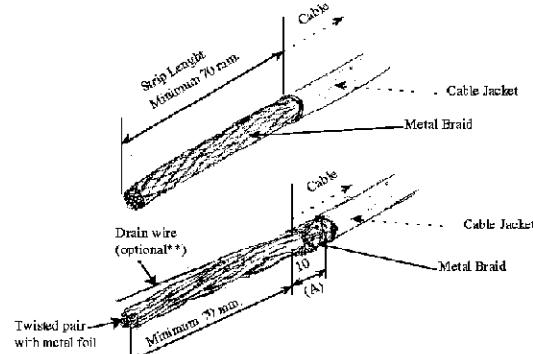

Abbildung 2 / Figure 2
2. Geflechtschirm nach hinten über den Kabelmantel legen und auf eine Länge von ca. 10mm verdrehen (siehe Abbildung 2).
2. Fold the metal braid back over the cable jacket on a length of approx. 10mm (see figure 2).